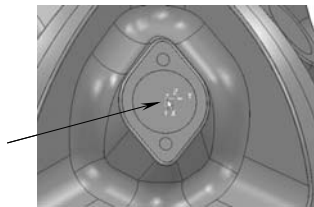

图 10-81 单击倾斜凸台顶面
1) 创建用户坐标系：在 PowerMILL 资源管理器中右击“用户坐标系”树枝，在弹出的快捷菜单条中单击“产生并定向用户坐标系”→“用户坐标系对齐于几何形体”；然后在 PowerMILL 绘图区中单击图 10-81 所示倾斜凸台顶面，系统即产生一个名称为“2”的用户坐标系。